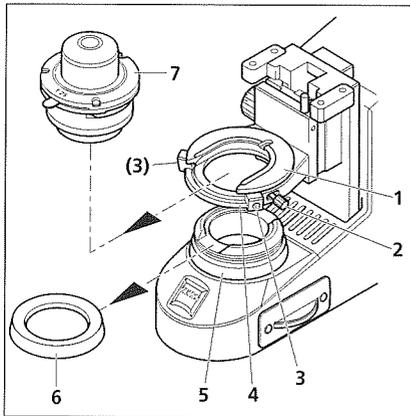
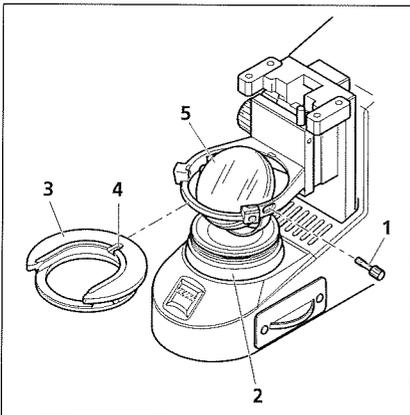

Bild 15 Kondensor aus- und einbauen
Bild 16 Spiegel ein- und ausbauen
- Abdeckkappe (Bild 15/6) von der Leuchtfeldblende (Bild 15/5) abschrauben.
- Klemmschraube (Bild 15/2) des Kondensors und Justierschrauben (Bild 15/3) des Kondensorträgers (Bild 15/4) mit Innensechskant-Schlüssel soweit lösen, dass der Kondensor (Bild 15/7) nach vorn herausgezogen werden kann. Kondensor (Bild 15/7) herausnehmen.
- Klemmschraube (Bild 15/2 bzw. Bild 16/1) aus dem Kondensorträgereinsatz (Bild 15/1 bzw. Bild 16/3) herausschrauben.
- Kondensorträgereinsatz gegen die Feder nach hinten drücken und schräg nach oben aus dem Kondensorträger (Bild 15/4) herausnehmen.
- Spiegel (Bild 16/5) von oben durch die Öffnung des Kondensorträgers in die Aufnahmebohrung der Leuchtfeldblende (Bild 16/2) einsetzen. Dabei darauf achten, dass der Spiegel waagrecht aufliegt.
- Spiegel (Bild 16/5) durch die Öffnung des Kondensorträgers nach oben herausnehmen.
- Kondensorträgereinsatz (Bild 15/1 bzw. Bild 16/3) leicht schräg in die Öffnung des Kondensorträgers einführen. Dabei gegen die Feder nach hinten drücken und waagrecht auf den Kondensorträger auflegen.
- Klemmschraube für Kondensor (Bild 16/1) in den Kondensorträgereinsatz einschrauben.
- Kondensor in den Kondensorträgereinsatz einsetzen. Dabei darauf achten, dass sich die Orientierungsschraube an der hinteren Seite des Kondensors in der Nut (Bild 16/4) des Kondensorträgereinsatzes befindet.
- Mit den beiden Zentrierschrauben (Bild 15/3) das beleuchtete Bild symmetrisch zum Sehfeldrand ausrichten.